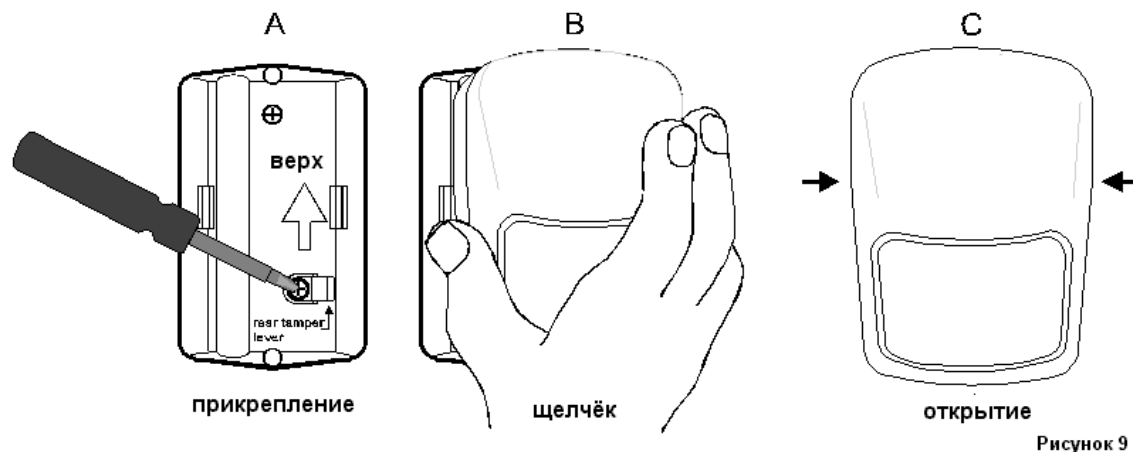

Рисунок 9
- А.** Прикрепите держатель двумя предусмотренными шурупами, убедившись в том, что стрелочка в середине держателя показывает вверх. Мы советуем установить один шуруп в предварительно выдолбленном отверстии на уровне контакта НСД датчика (см. рис. 9. А.). Второе отверстие может быть легко помечено и выдолблено исходя от первого. Сильно вкрутите шурупы, убедившись в том, что держатель прикреплен ровно;